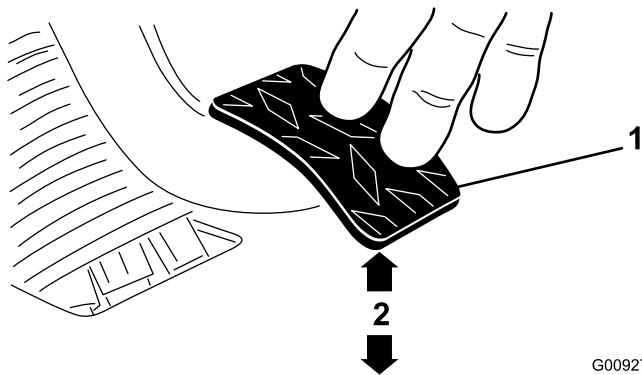

Bild 66
3. Stellen Sie die Klemmmuttern oder das Kugelgelenk ein, bis sich die untere hintere Kante des Kupplungspedals 9,5 cm \pm 3 cm von der Oberseite des Bodenplattensternmusters befindet, wenn Sie eine Kraft von 1,8 kg auf das Pedal aufbringen (Bild 66).